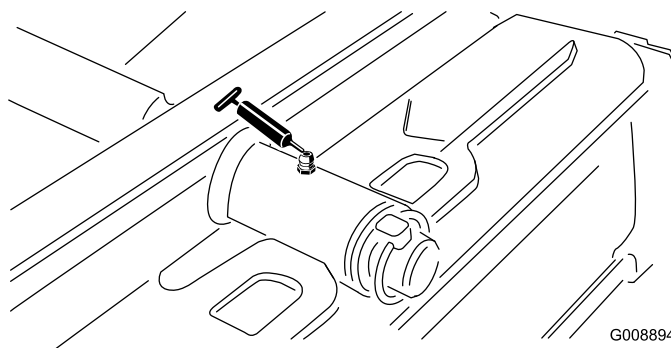

Figure 36
- Pivot de plateau de coupe arrière (Figure 36)